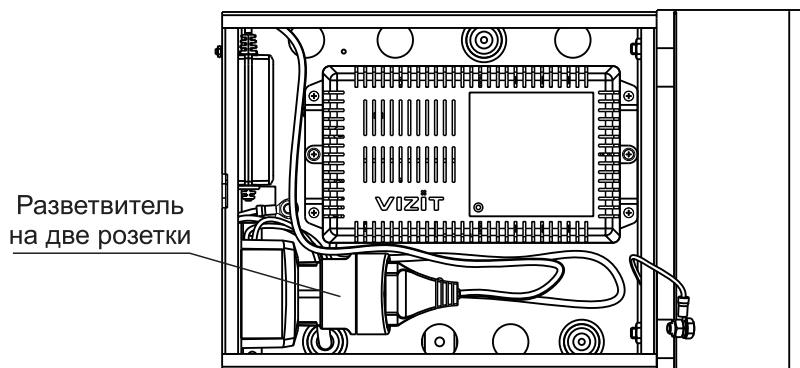

Рисунок 6 - Расположение блока управления VIZIT
- Подключите сетевые вилки блока управления и блока питания к тройнику (см. рис. 6, 7).